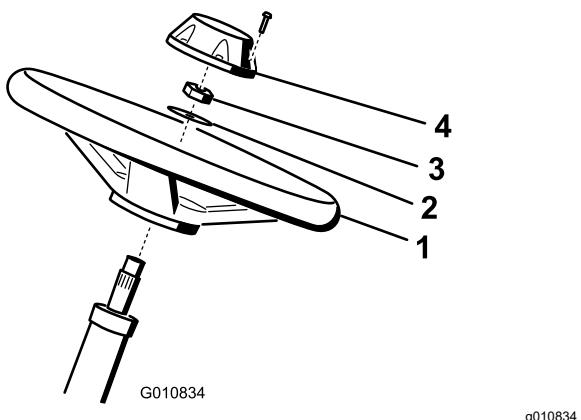

Рисунок 6
- Наденьте рулевое колесо на рулевой вал (Рисунок 6).
- Наденьте шайбу на рулевой вал (Рисунок 6).
- Закрепите рулевое колесо на валу контргайкой и затяните ее с моментом 27–35 Н·м (Рисунок 6).
- Установите крышку на рулевом колесе и закрепите ее 6 болтами (Рисунок 6).